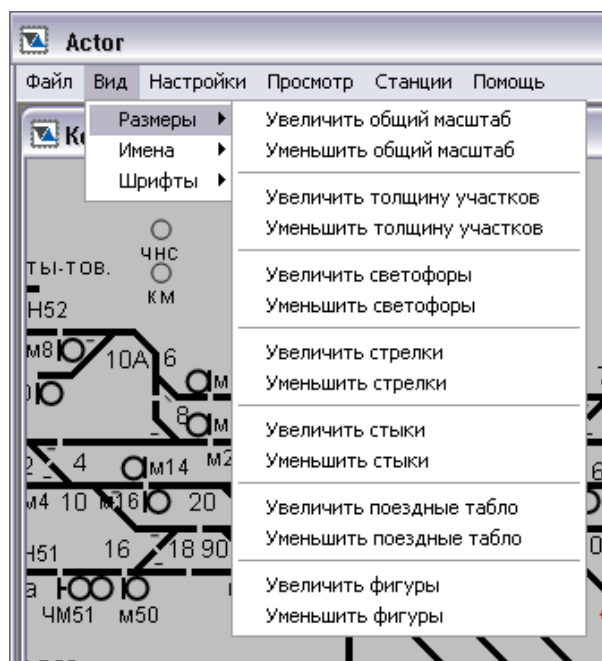

Рис. 8
- «Размеры». Подпункт позволяет изменять размеры окна текущей станции, а так же отдельных элементов схемы станции или участка. Для того чтобы изменить размеры какого-либо элемента схемы, необходимо нажать на соответствующий пункт меню (Рис. 8). Доступно изменение размеров до предельного значения. Если дальнейшее увеличение или уменьшение невозможно, соответствующий пункт меню становится неактивным.